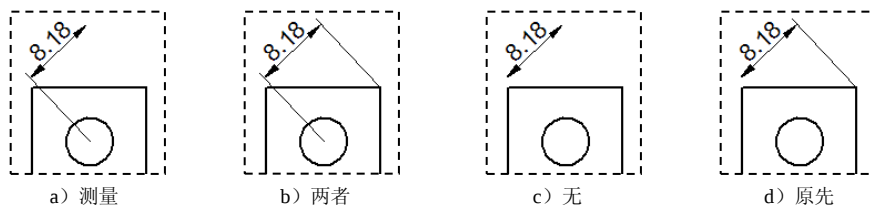

图 8.3.33 尺寸界线的显示
- ☒ **层叠间距 (S)** 文本框：用于设置尺寸数值文本层叠标注时它们之间的距离。
- ☒ **折线 (B)** 文本框：用于设置尺寸数值文本放置在尺寸界线外面时产生折线的长度。
- ☒ **显示 (D)** 下拉列表：用于设置控制尺寸界线的显示状态，主要有 **测量**、**两者**、**无**、**原先** 4 种显示模式，如图 8.3.33 所示。